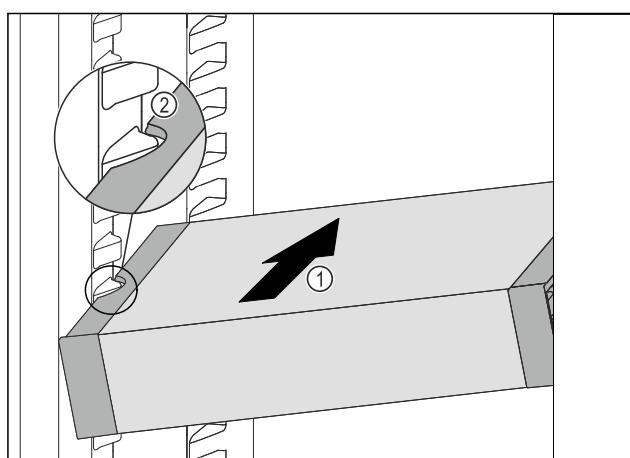

Fig. 125
- Вкарайте VarioSafe под ъгъл в хладилната част Fig. 125 (1), докато страничните прорези Fig. 125 (2) на VarioSafe се намират на височината на реброто на съда в хладилната част.